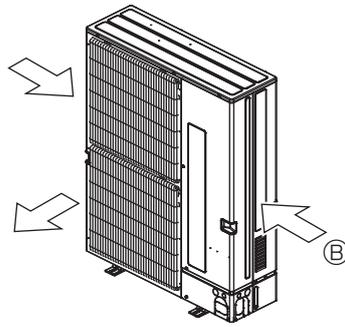

Fig. 2-17
- 2 Розмістіть блок так, щоб повітря виходило по можливості перпендикулярно до сезонного напрямку вітру. (Fig. 2-17)